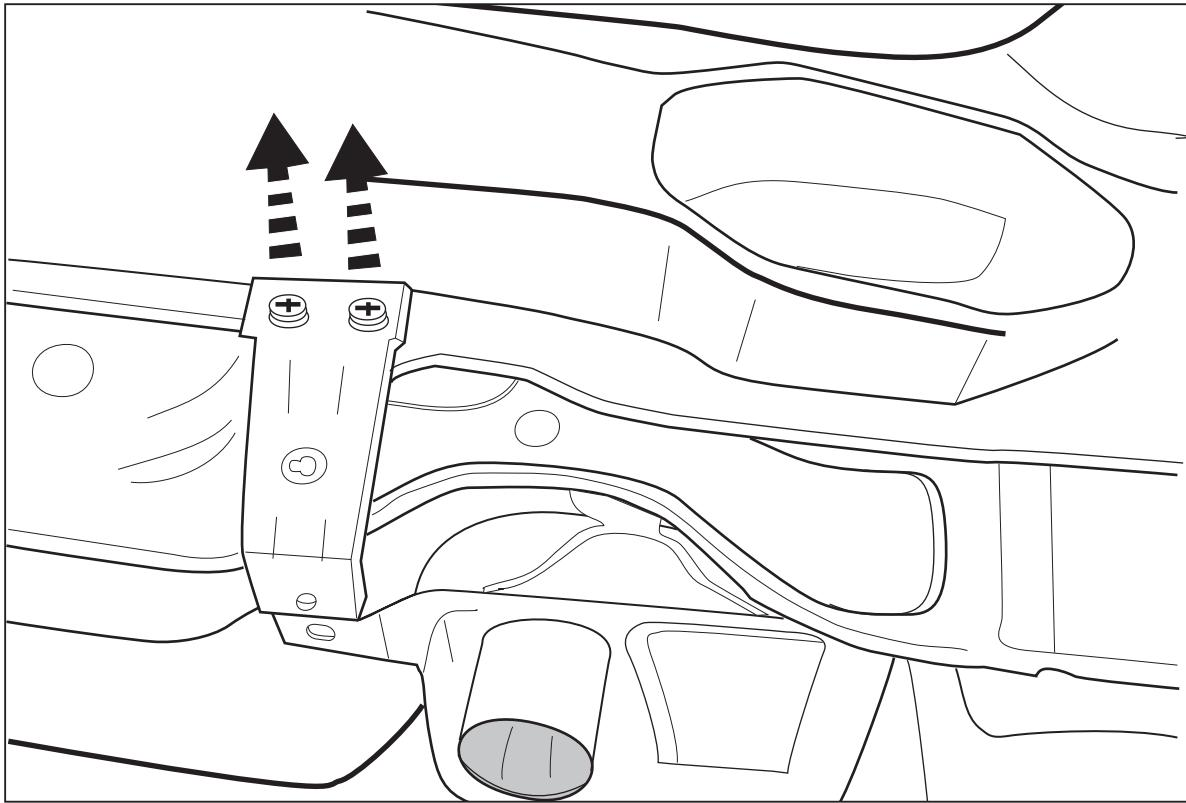

Fig.1
2. Demonter kofangerstøtterne fra kofangerens inderside af kunststof. Jævnfør fig. 1. Kofangerstøtterne anvendes ikke mere.
- 2.Wymontować wsporniki zderzaka z plastikowego wyposażenia wewnętrznego zderzaka. Patrz rys. 1. Te wsporniki można zlikwidować.